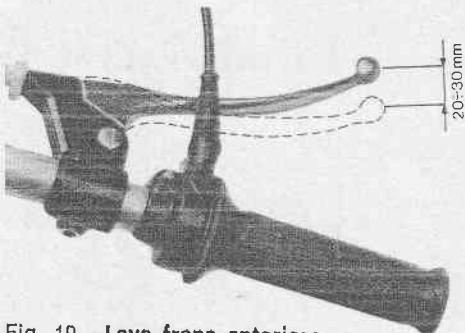

Fig. 19 - Leva freno anteriore
- Dopo aver stabilito il normale gioco, corrispondente a 20 ÷ 30 mm. (vedi Fig. 19) bloccare la ghiera 2 e rimontare la copertina di protezione.